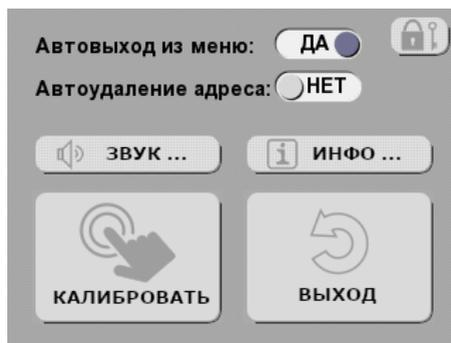

Рис. 7. Окно меню «НАСТРОЙКИ»
- 2) перейдите в меню «НАСТРОЙКИ» (МЕНЮ→ НАСТРОЙКИ; рис. 7);
2) перейдите в меню настроек (МЕНЮ→НАСТРОЙКИ) и активируйте кнопку меню «КАЛИБРОВАТЬ» (рис. 7);